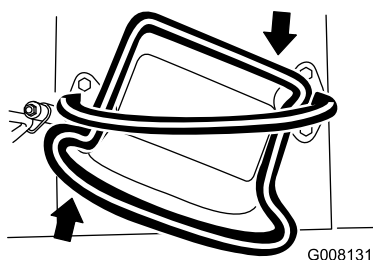

Figura 8
- Per girare a destra, ruotate il controllo della trazione in senso orario (**Figura 8**).